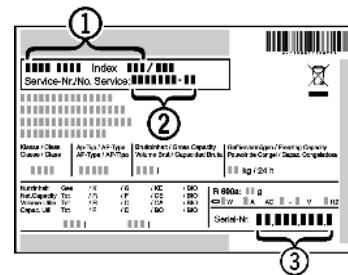

Fig. 21
- ▶ Aflæs skabets betegnelse *Fig. 21 (1)*, servicenummer *Fig. 21 (2)* og serienummer *Fig. 21 (3)* på typeskiltet. Typeskiltet befinder sig indvendigt i venstre side af skabet.